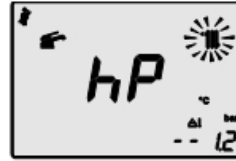

Figura 9.18
- Pulsando el botón **19** (Figura 9.15) se puede modificar la potencia en modalidad deshollinador: el display LCD muestra las letras **hP** que se alternan con el valor de temperatura del agua de calefacción (ej.32); estamos en la "función deshollinador" a la potencia mínima en calefacción (Figura 9.18).